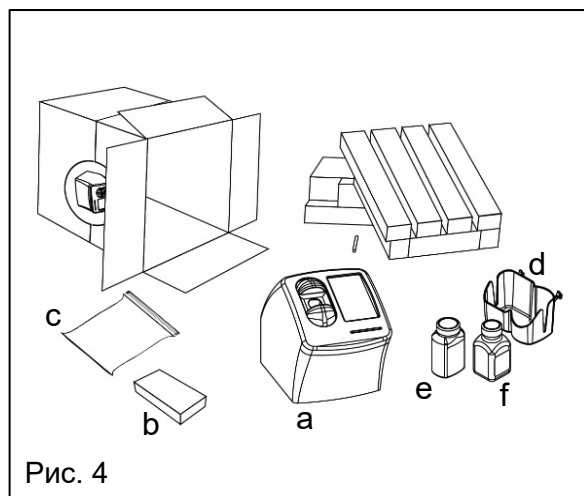

Рис. 4
2.2.2. Извлеките блок питания и отложите его в сторону (рис. 4).
2.2.3. Извлеките бутылки miniWASH и miniWASTE, а также лоток для бутылок и отложите их в сторону (рис. 4).